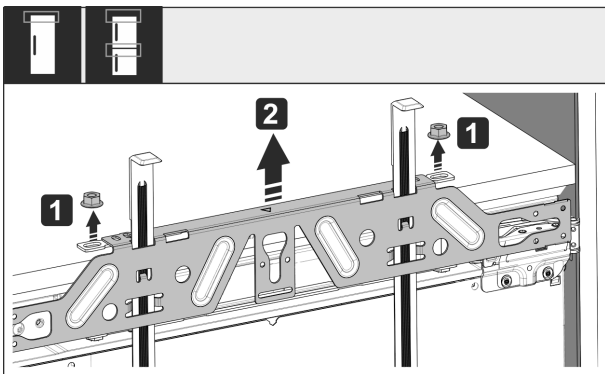

Fig. 58
- ▶ Otpustite protumatice Fig. 58 (1).
- ▶ Skinite Fig. 58 (2) pričvrсну poprečnu letvicu.